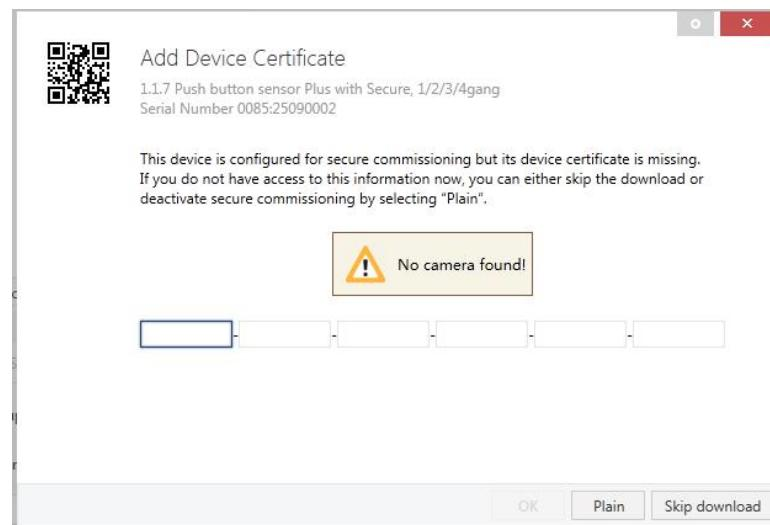

图 4.3.1 Add Device Certificate window
- ◆ 首次下载设备时，ETS 中会打开一个窗口，提示用户输入密钥，如下图 4.3.1。